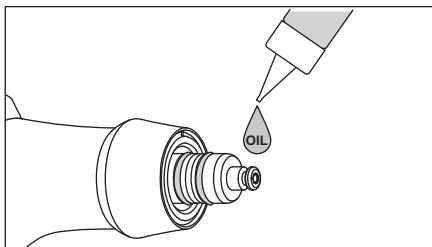

Fig.15
- 1) Asciugare bene l'O-ring del contenitore della polvere e depositarvi una piccola goccia dell'olio per turbina in dotazione, stendendola bene con le dita o altro sup-orto (Fig. 15).